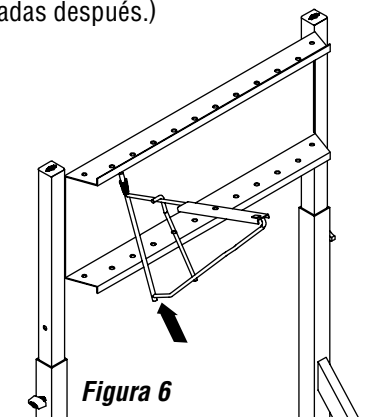

Figura 6
- 6** Empezando con el agujero de arriba, inserte una escuadra de soporte giratoria dentro del panel como demostrado en **Figura 6**. Una vez que la escuadra de soporte este dentro del agujero de arriba, levante para comprimir resorte lo suficiente para que la escuadra de soporte entre dentro del agujero de abajo. (Conviene ajustar la altura y profundidad de los portaplanos con solo una escuadra de soporte instalada. Las otras escuadras serán adjuntadas después.)